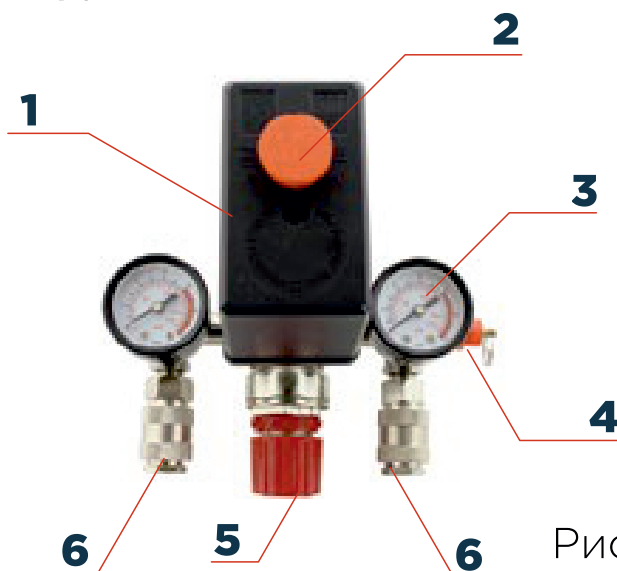

Рис.3.
- Переведите (поверните или нажмите в зависимости от типа выключателя) в положение «0» («выключено») ручку-реле, расположенную в верхней части компрессора (Рис.3). Подключите вилку к розетке, откройте воздушный кран и запустите компрессор, установив ручку регулятора давления в позицию «1» («включено»). В течение 10 минут компрессор должен работать в холостом режиме для удаления из системы консервирующей смазки.